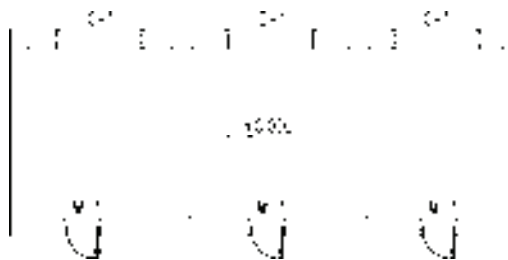

图 10-17 标注结果
4) 单击鼠标左键, 即可完成标高标注操作, 结果如图 10-17 所示。